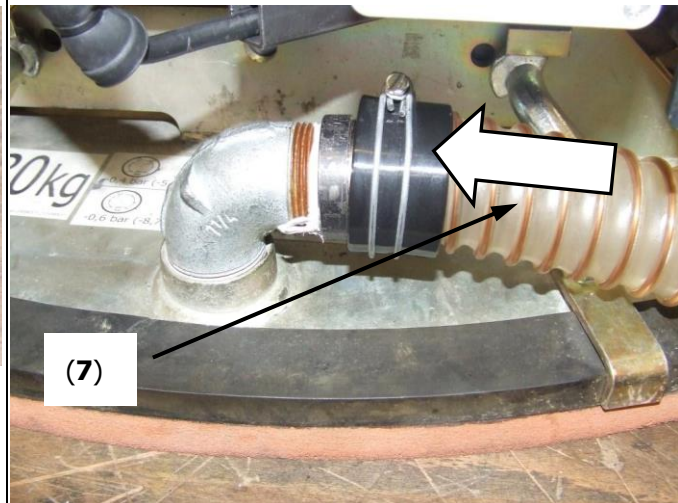

Fig. 9
- Connettere il tubo di aspirazione (7) direttamente al piatto (→ Fig. 9)